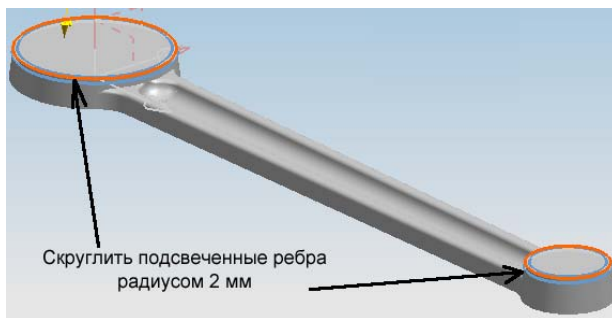

Рис. 42. Скругление ребер поковки
Сделаем текущим элемент Edge Blend (11) навигатора детали и построим скругления ребер головок шатуна радиусом 2 мм (рис. 42).